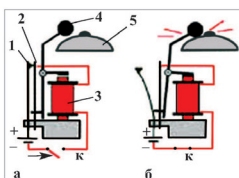

Рис. 5. Электрический звонок
Основной частью электрического звонка является электромагнит. При нажатии на кнопку электрическая цепь замыкается (рис. 5, б). Ток, проходя по обмотке электромагнита (3), намагничивает сердечник, который притягивает к себе якорь с молоточком (4) и контактом (2); при этом молоточек ударяет по чашечке (5) звонка. В это же время контакты 2 и 1 размыкаются и электрическая цепь разрывается. Сердечник размагничивается и отпускает якорь. Контакт 2 вследствие упругости снова соединяется с контактом 1 и все повторяется сначала.